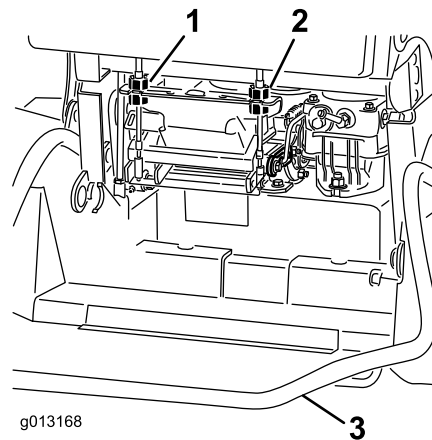

図 57
4. 右走行コントロールがコントロール・パネルのニュートラル・ロック・スロットの中央にくるように、右側ケーブル調整部を回して調整する。次に、左ホイールの速度が右ホイールの速度と同じになるように左側ケーブル調整部を回して調整する（図 57）。